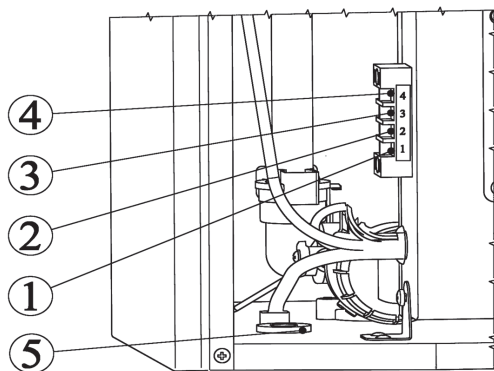

Рис. 11. Подключение дополнительных устройств
- удалите перемычку между клеммами 1 и 2 на колодке блока управления (рисунок 11);
- проденьте двухпроводной кабель, идущий от термостата, через проходную муфту 5 в корпусе и подключите его к клеммам 1 и 2 (рисунок 11);
- проденьте двухпроводной кабель, идущий от датчика, через проходную муфту 5 в корпусе и подсоедините его к клеммам 3 и 4 (рисунок 11);
- удалите перемычку между клеммами 1 и 2 (рисунок 11);